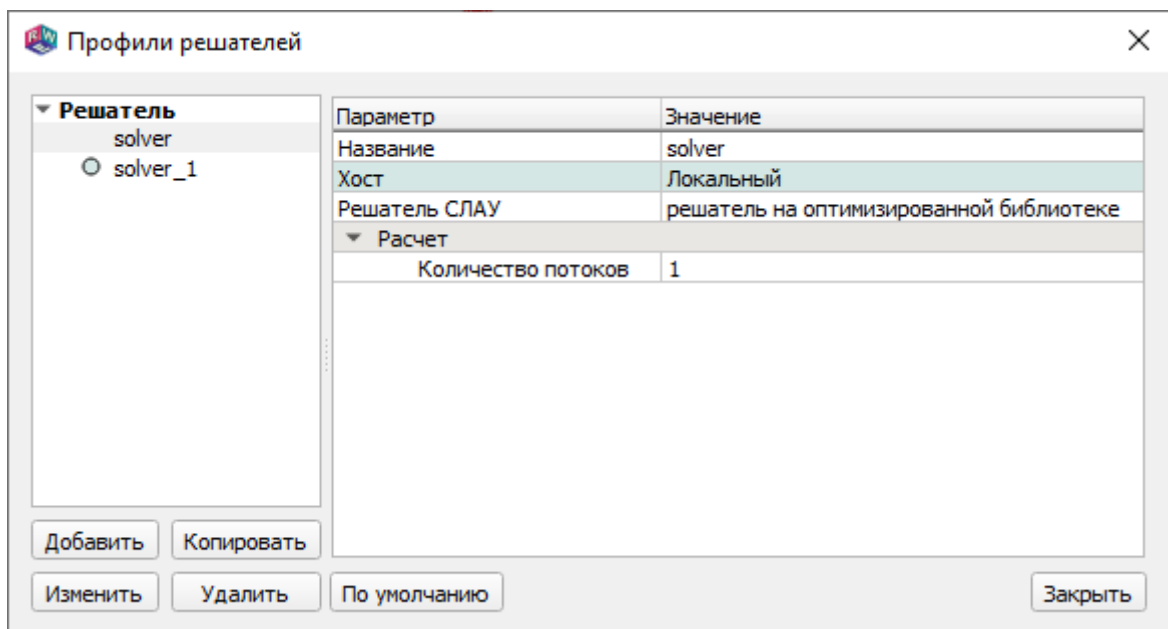

Рис. 184
«Профиль решателя», расположенную на ленте меню «Главная» (п. 16.1.1) или «Расчет/Запуск» (п. 16.1.8). Окно «Профили решателей» показано на рис. 184.
16.22.2.1. При первом запуске по умолчанию создается профиль «solver» для проведения расчетов на локальных ресурсах ПЭВМ. Окно «Профили решателей» для этого режима см. на рис. 184.